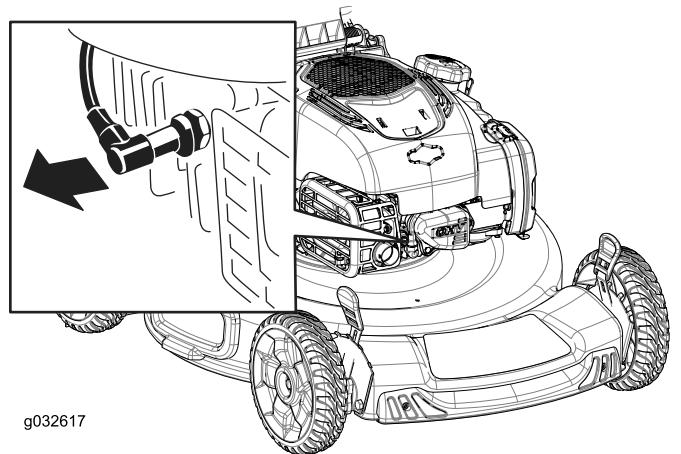

Figura 20
- Desligue o fio da vela da ignição da vela da ignição (Figura 20).